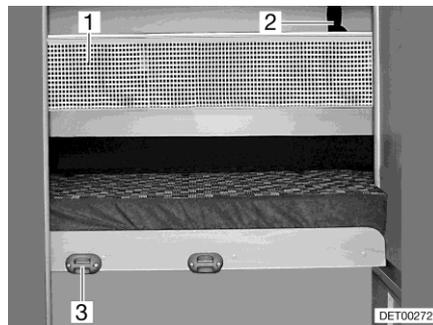

Fig. 75 Rete protettiva
- Agganciare la scaletta di accesso con i longheroni nell'apposito supporto (Fig. 75,3) al diaframma.
La rete protettiva (Fig. 75,1) è stivata sui modelli di serie tra il materasso e il telaio portamaterasso. Fissare la rete protettiva soltanto dopo che la persona si è già stesa nel letto.
- Fare innestare i nastri di sostegno (Fig. 75,2) nei supporti sul soffitto.